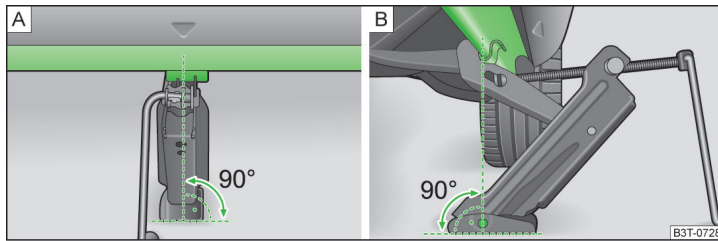

Abb. 181 Wagenheber ansetzen
Die Aufnahmepunkte befinden sich am Metallsteg des Unterholms auf der Fahrzeugunterseite. Deren Positionen sind mittels Markierungen in der Seitenfläche des Unterholms eingepreßt » Abb. 181.
- Die Grundplatte des Wagenhebers mit ihrer gesamten Fläche auf einem geraden Untergrund abstützen und sicherstellen, dass sich der Heber in senkrechter Position zum Aufnahmepunkt befindet » Abb. 181 - A.
- Den Wagenheber unter dem Aufnahmepunkt mit der Kurbel so weit hoch drehen, bis seine Klaue den Steg umfaßt » Abb. 181 - B.